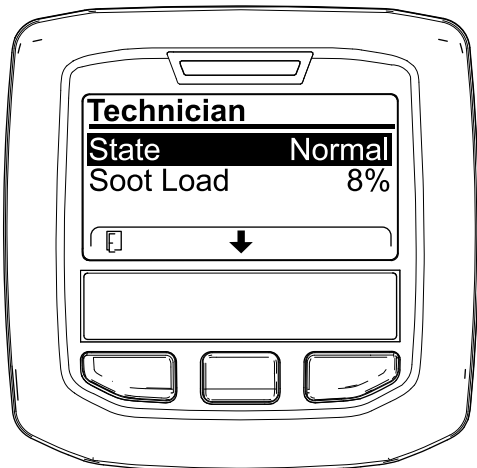

Рисунок 31
- Используйте рабочую таблицу по фильтру DPF, чтобы понять текущее состояние работы DPF (Рисунок 31).